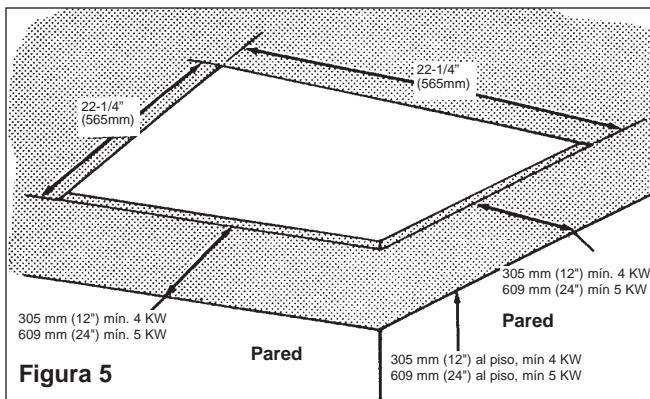

Figura 5
- Corte un orificio de montaje de 22-1/4" x 22-1/4" (565mm x 565mm) en el cieloraso para la caja montada empotrada (Figura 5).